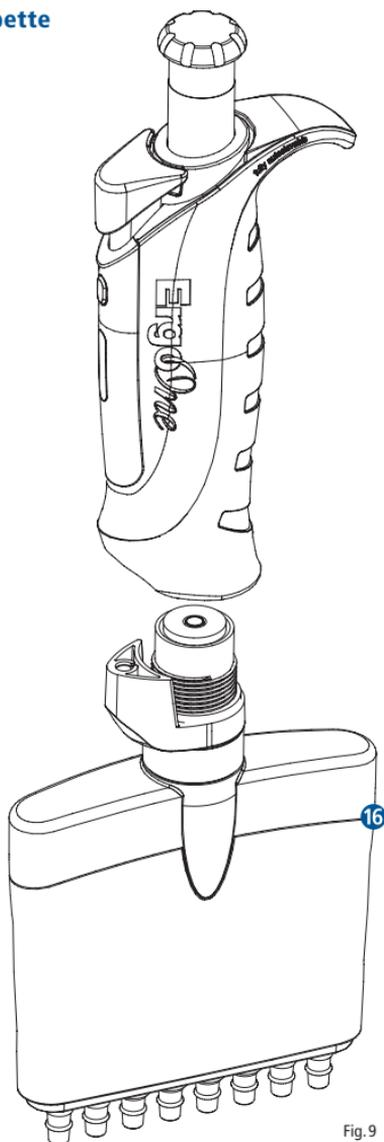

Fig.9
- Dévissez toute la partie inférieure **16** la tournant dans le sens horaire des aiguilles d'une montre (Fig. 9).